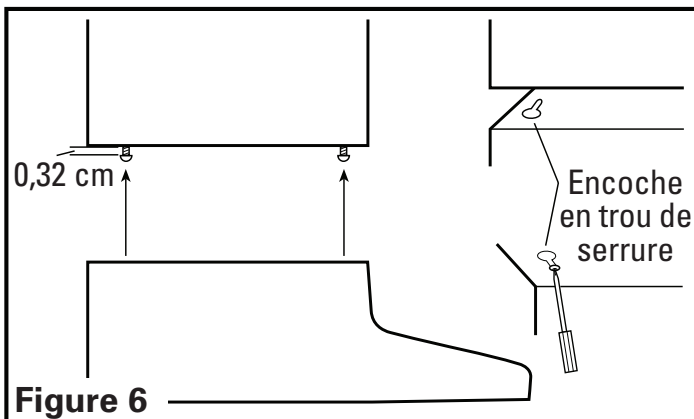

Figure 6
4. Installer les 4 vis de montage aux endroits marqués précédemment. Laisser un dégagement d'environ 0,33 cm (1/8 po). Glisser la hotte en place au travers des trous en poire et aligner le devant de la hotte pour qu'il soit à effleurement avec le devant des armoires. Visser fermement toutes les vis (Figure 6).